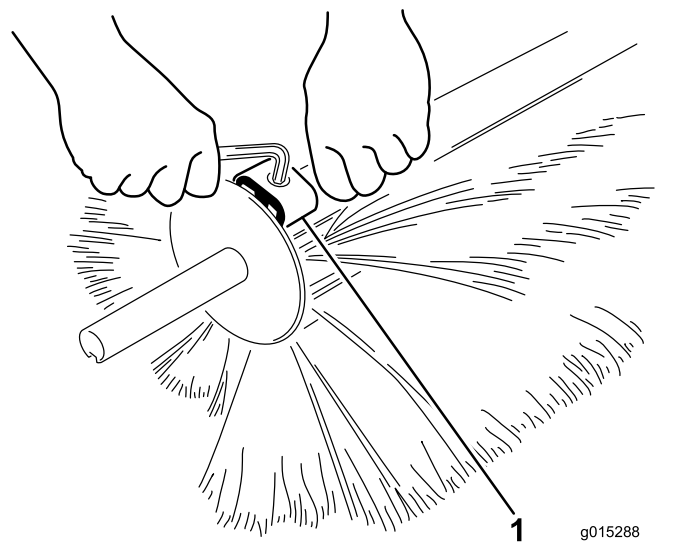

Рисунок 29
3. Ослабьте зажимы с помощью шестигранного ключа и снимите их с половинных частей щетки (Рисунок 29).